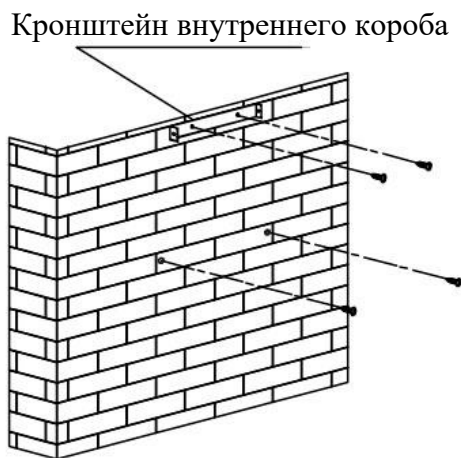

Рис. 2
1. Определившись с высотой установки вытяжки, измерьте положение отверстий для подвешивания вытяжки и внутреннего кронштейна короба. Просверлите 4 отверстия диаметром 8 мм, 2 для внутреннего кронштейна короба и 2 для подвешивания вытяжки. Фиксированное положение кронштейна внутреннего короба является самым высоким местом внутреннего короба. Смотрите рис. 2
- Прикрутите 2 винта ST4 x 30 мм к стене с помощью дюбелей для крепления вытяжки, затем используйте 2 винта ST4 x 40 мм для крепления кронштейна внутреннего короба. Смотрите рис. 2.